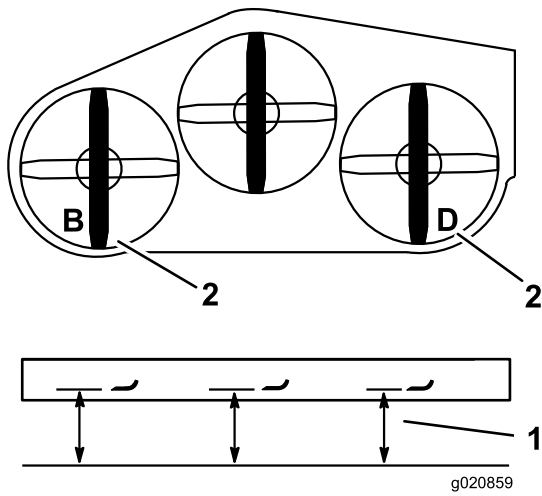

Figure 83
- Mesurez et notez la distance au point **B** entre la surface plane et le tranchant de la pointe de la lame gauche (Figure 83).
- Mesurez et notez la distance au point **D** entre la surface plane et le tranchant de la pointe de la lame droite (Figure 83).
Remarque: La mesure au point **B** doit être égale à 3 mm ($\frac{1}{8}$ po) près à la mesure au point **D** Figure 83 Si ce n'est pas le cas, passez aux opérations suivantes.